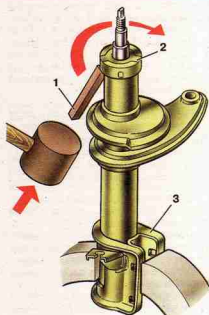

Рис. 4.10. Снятие опоры ограничителя хода сжатия: 1 – оправка; 2 – опора ограничителя хода сжатия; 3 – кронштейн стойки
При необходимости ремонта стойки зажмите ее кронштейн в тисках так, чтобы его щеки были перпендикулярны губкам тисков (рис. 4.10). При таком креплении исключается возможность деформации стойки.
– снимите опору 2 (см. рис. 4.10) буфера хода сжатия, для чего легкими ударами молотка по плоской выколотке обстучивайте опору снизу вверх и по кругу;